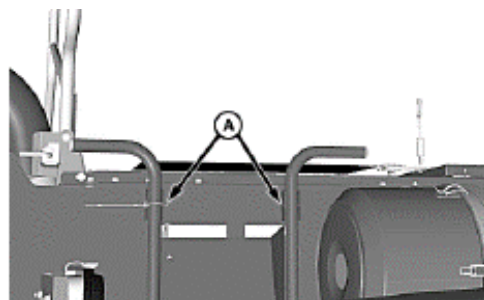

Рис.3.47 – Переміщення драбини шляхом витягування штифтів (А)
Очистити відсік двигуна. Драбинку можна перемістити, вийнявши швидкоз'ємні штифти (A) і піднявши її нижню частину з пазу (рис.3.47).